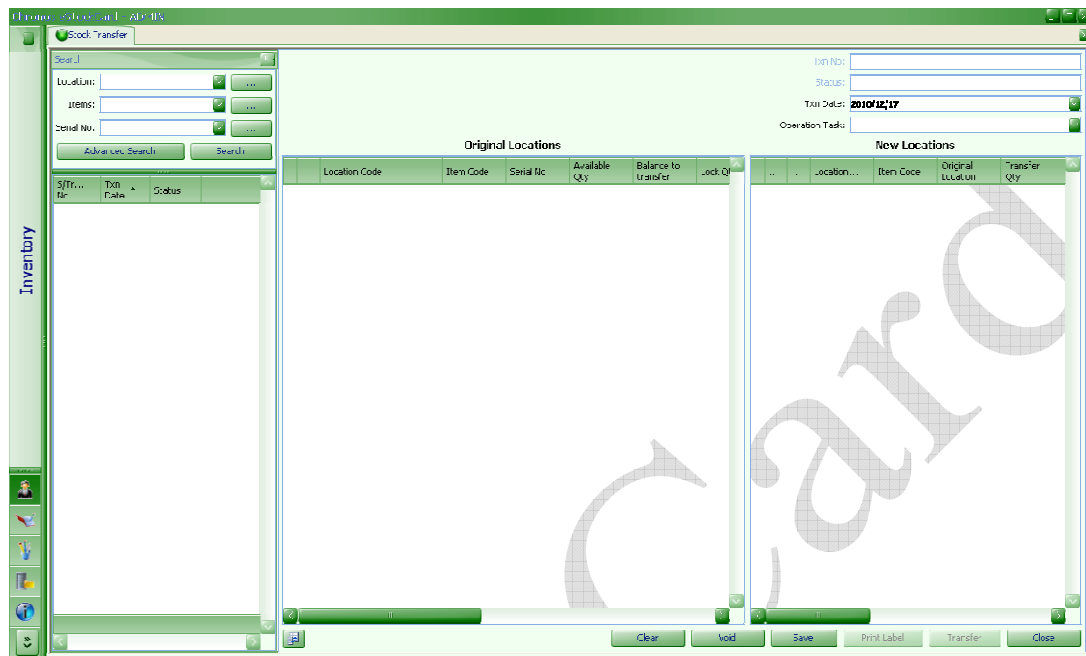

Fig. 70
1. Path: Inventory > Stock Transfer (Fig. 70)